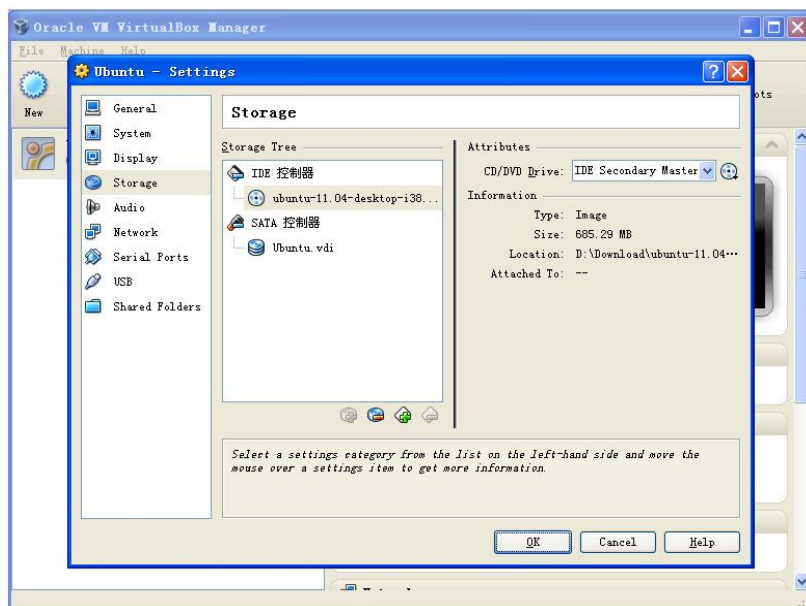

图 13 选中 ISO 映像
- 11) 重新启动后就可以使用 Ubuntu 系统了。通常在重新启动 Ubuntu 系统后 VirtualBox 会自动弹出图 13 中载入的映像文件，如果没有自动弹出，您可以在 VirtualBox 的 **Setting** 窗口中手动弹出该映像，使 IDE 控制器下显示为 **Empty**，如下图所示：